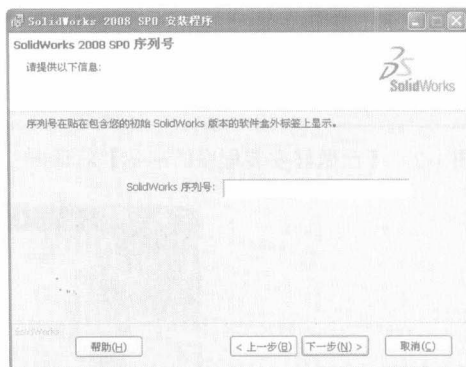

图 1-4 【SolidWorks 2008 SP0 序列号】对话框
(4) 设定好 SolidWorks 2008 与共同数据文件夹的安装路径, 然后单击 **下一步(N) >** 按钮, 进入 **【SolidWorks 2008 SP0 序列号】** 对话框, 如图 1-4 所示。